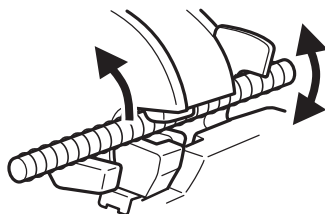

Fig. 7
2. Retrait de la barre béton pendant la coupe (Fig. 7)
Dans ce cas, on pourra soit tirer à nouveau sur la gâchette et terminer la coupe de la barre béton, soit libérer la barre béton en ramenant le couteau supérieur à la position d'origine en procédant comme suit. (Fig. 7)